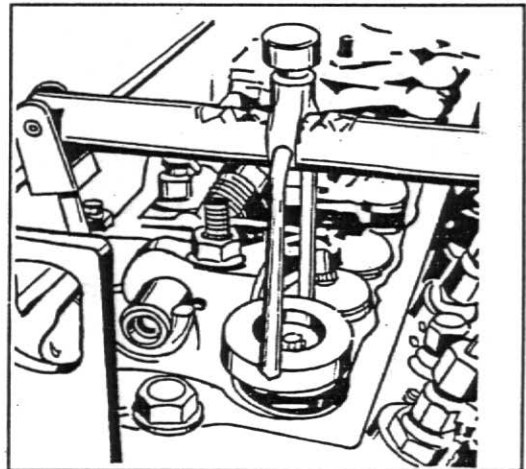

Fig. 15
2. Comprima a mola da válvula de admissão com a ferramenta nº 81 30 002 e retire as travas, o assento das molas, as molas e o vedador do óleo, fig. 15.